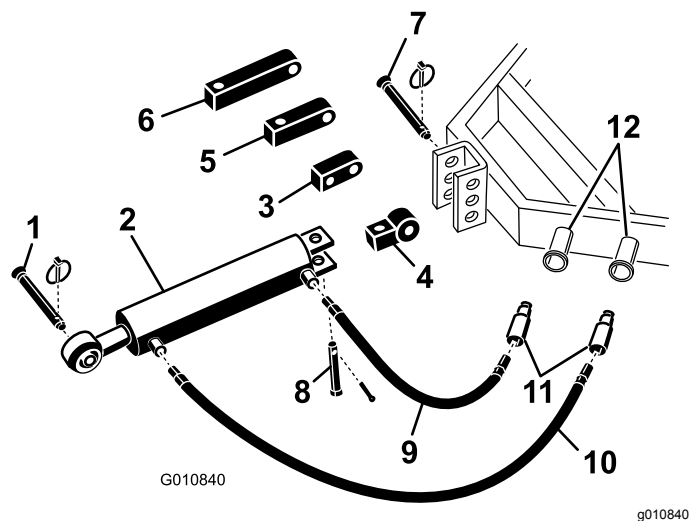

Figura 5
1. Fissate l'estremità della connessione dell'attacco idraulico superiore all'unità motrice per mezzo dei perni forniti con l'unità stessa (Figura 5). Posizionate l'attacco idraulico superiore in modo tale che la testa di biella punti verso l'arieggiatore. I punti di collegamento sul cilindro devono essere rivolti sul lato del circuito idraulico ausiliario dell'unità motrice.
Nota: Se dovete posizionare il cilindro con i punti di collegamento rivolti verso l'alto, utilizzate la staffa rotante al posto della staffa di montaggio standard (Figura 5). Si può utilizzare un raccordo idraulico da 90 gradi anziché i blocchi di rotazione (raccordi non in dotazione).
- A. Rimuovete la coppiglia e il perno che fissano l'innesto di collegamento standard al cilindro (Figura 5). Staccate l'innesto di collegamento dal cilindro.
- B. Installate la staffa rotante sul cilindro usando il perno rimosso in precedenza (Figura 5).
superiore più vicino all'arieggiatore Figura 5. Per prevenire eventuali perdite applicate sulla filettatura del flessibile un nastro o un composto sigillante per filetti.
3. Connettete il flessibile idraulico di 76 cm al punto di collegamento idraulico dell'attacco superiore più vicino all'unità motrice (Figura 5). Per prevenire eventuali perdite applicate sulla filettatura del flessibile un nastro o un composto sigillante per filetti.
prolunga al posto dell'innesto di montaggio standard (Figura 5).
- Rimuovete la coppiglia e il perno che fissano l'innesto di collegamento standard al cilindro (Figura 5). Staccate l'innesto di collegamento dal cilindro.
- Installate l'innesto di prolunga della lunghezza desiderata sul cilindro usando i perni rimossi in precedenza (Figura 5).